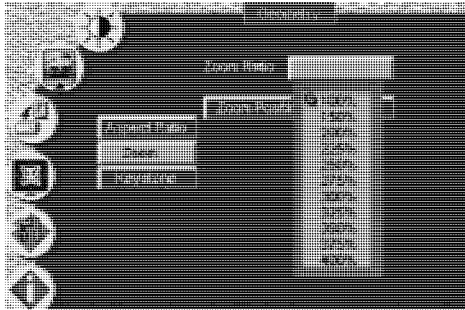

Рис. 24. Изменение коэффициента увеличения
- с помощью кнопок управления экранным меню (рис. 24).